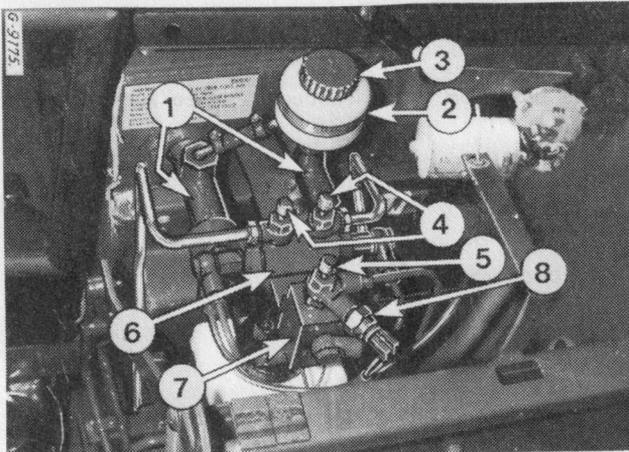
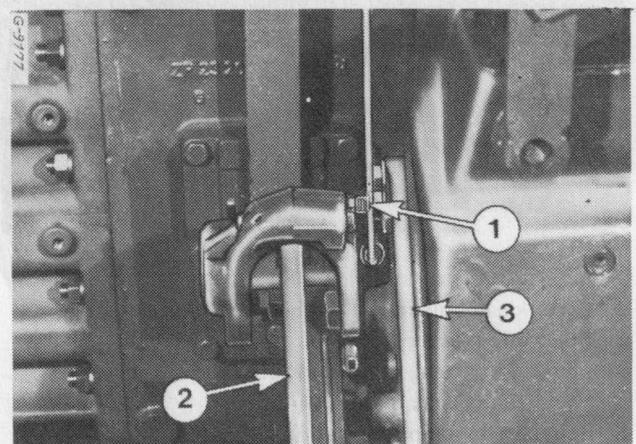

Figure 86
Figure 88
Les freins de route sont du type à mâchoires auto-réglables et montés dans le pont arrière, la pression hydraulique est contrôlée par un maître-cylindre (1, fig. 86) actionné par les pédales de frein.
Vérifiez le niveau d'huile dans le réservoir (2, fig. 86) de la façon suivante :
- Vis de purge (4 et 5, fig. 86 et 87) et (1, fig. 88).